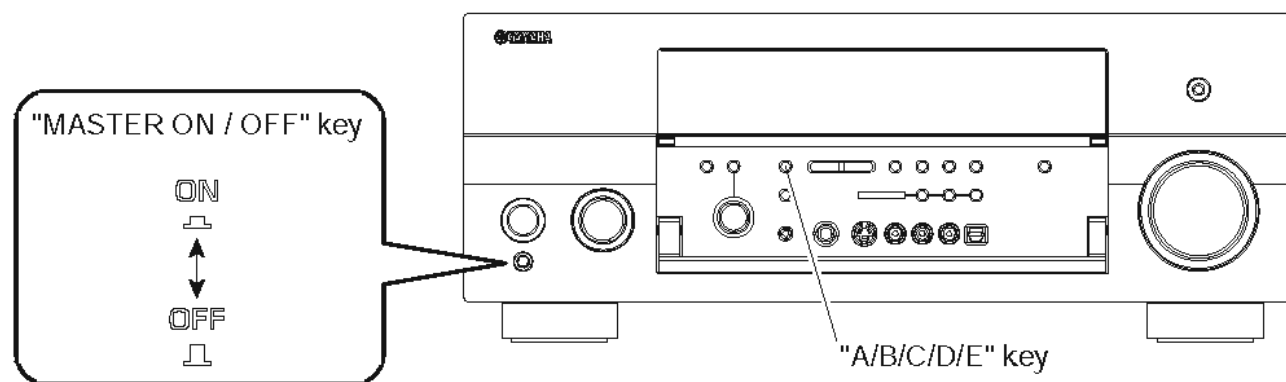

Fig. 13
1. Start up "DSP_FLASHER_Vx800_v1.0.exe" of the PC. (Fig. 13)
1. "DSP_FLASHER_Vx800_v1.0.exe"を起動します。(Fig. 13)
6. Press the "MASTER ON/OFF" key of the main unit to turn it on. (Fig. 13)
6. 本機の"MASTER ON/OFF"キーを押して、ONの状態にします。(Fig. 13)
7. While pressing the "A/B/C/D/E" key of the main unit, connect the power cable of the main unit to the AC outlet. (Fig. 13)
7. 本機の"A/B/C/D/E"キーを押しながら、本機の電源コードをACコンセントに接続します。(Fig. 13)